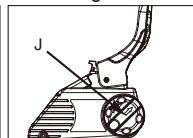
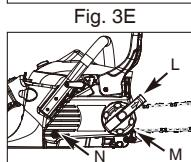

Fig. 3F
Fig. 3G
10. Drej knappen (J) MOD URET, indtil TANGEN (K) er helt i bund. (Fig. 3F)
12. Fastgør skruen (N) ordentligt, og følg trin 13 for at justere kædens stramhed.
13. Drej spændingsringen stramt (M). Træk kontrolknappen i pilens retning (L), og stram ordentligt med uret, og skub herefter kontrolknappen tilbage. (Fig.3G)